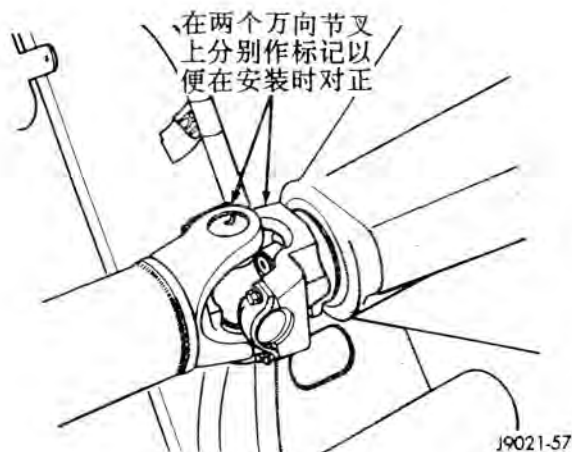

图6 在传动轴和桥万向节叉上作标记
(8) 在前、后传动轴上做标记以便安装时对齐，然后拆下前、后传动轴（图6）。